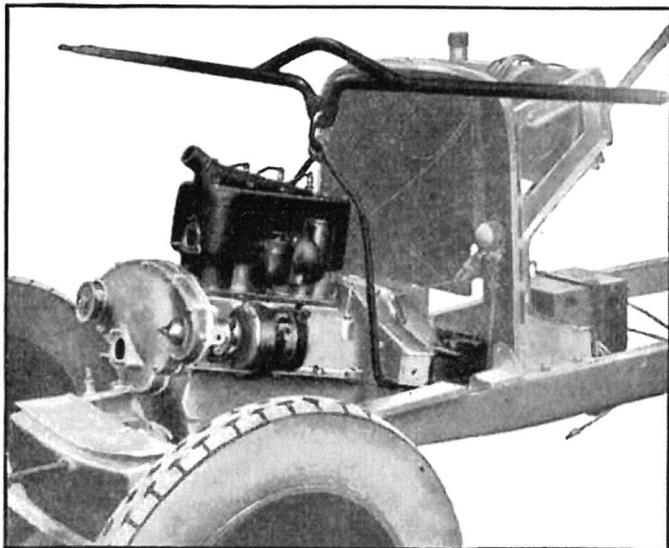

Fig 82. Enlèvement du moteur à l'aide du palan à bras.
- 25—Enlever le moteur, en se servant d'un palan d'atelier ou, à défaut, l'enlever à bras (*fig. 82*). A cet effet : dégager d'abord l'une des pattes et retirer le moteur, penché transversalement, par l'avant du châssis.